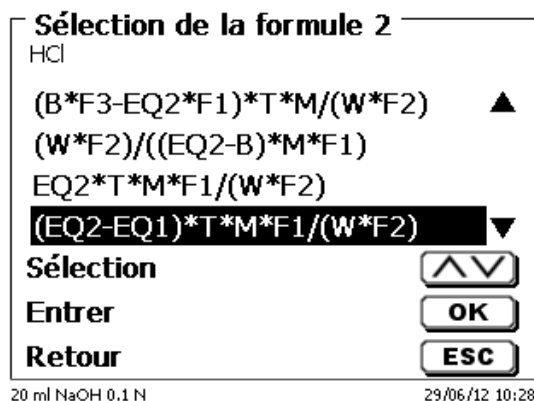

Fig. 87
Avec la deuxième formule, on sélectionne la formule de calcul pour le deuxième point d'inflexion (EQ) (Fig. 87).